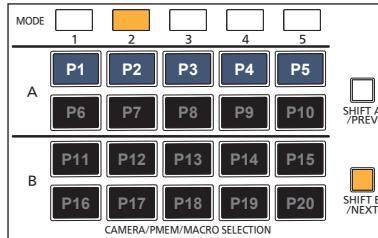

図2
1. [SHIFT B/NEXT] ボタンを押下してください。(図2)